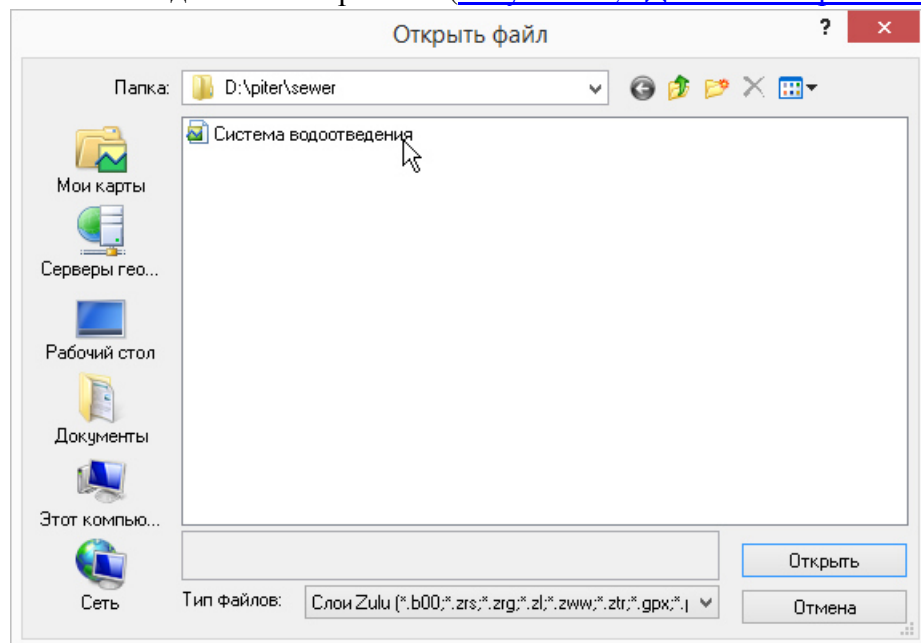

Рисунок 14. Диалог выбора слоя
2. Выполните команду главного меню Слой|Структура слоя или нажмите кнопку  . На экране появится диалог выбора слоя (Рисунок 14, «Диалог выбора слоя»).